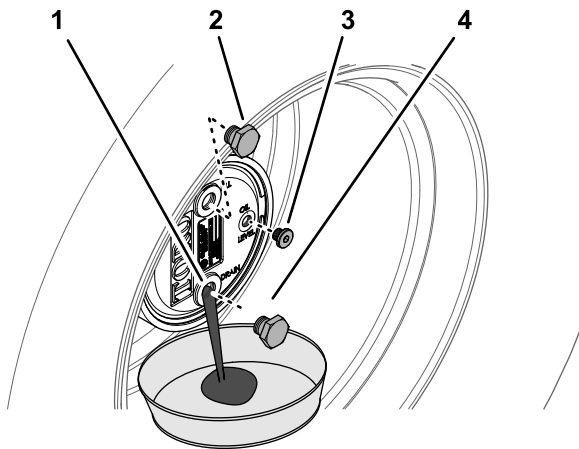

Figura 74
- Retire el tapón de llenado en la posición de las 12 y compruebe el tapón en la posición de las 3 (Figura 74).
- Coloque un recipiente debajo del cubo planetario, retire el tapón de vaciado en la posición de las 6 y deje que se drene el aceite (Figura 74).
- Instale el tapón de vaciado en el orificio de vaciado del alojamiento de los engranajes planetarios (Figura 74).